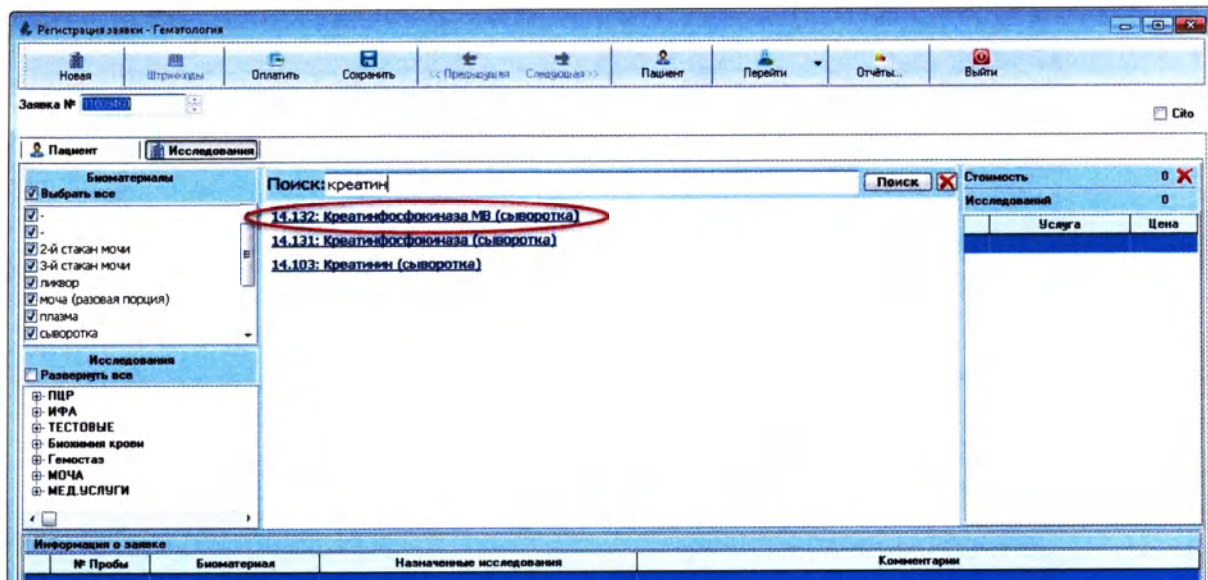

Рисунок 2.46
- d. В появившемся списке выберите необходимое исследование, щелкнув левой кнопкой мыши (Рисунок 2.46):